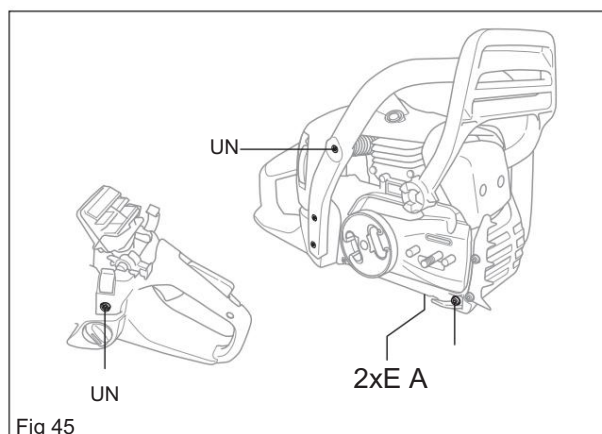

Fig 45
manipuler. (voir figure 45)
3. Fixez la poignée avec les vis (A et E). Serrer les vis au couple indiqué dans les données de service (voir figure 45)